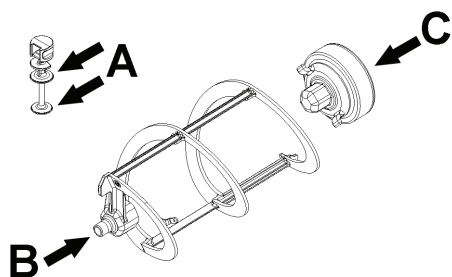
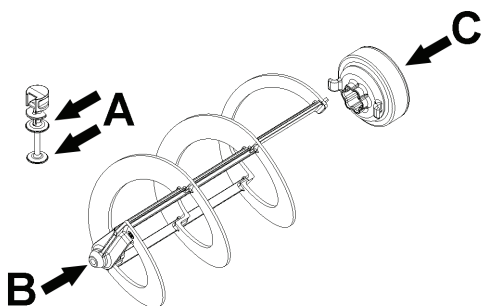

figura 9
figura 10
- 2 Lubrificare il pistone rubinetto, il giunto esagonale ed il mescolatore nei punti indicati in figura 9 (NG6) o figura 10 (NG10) utilizzando esclusivamente il grasso in dotazione con la macchina o altro **grasso per uso alimentare**.
- 3 Rimontare il rubinetto sul contenitore con sequenza inversa rispetto a quella di figura 9 e 10.